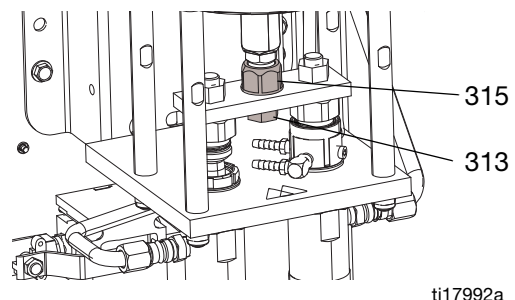

FIG. 1
- Utilize uma chave inglesa para segurar a haste do pistão em posição e retire o adaptador (315) com outra chave. Consulte a FIG. 1, página 26.
- Aplice um bloqueio de rosca de força média (azul) no adaptador (315). Utilize uma chave inglesa para segurar a haste do pistão em posição e instale o adaptador (315) com outra chave. Aperte a um binário de 32-38 ft-lb (43-51 N•m) Consulte a FIG. 1.